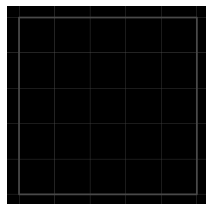

图 3.1.9 电路板的电气轮廓
(1) 单击编辑区下方的 Keep-Out Layer (禁止布线层) 标签,将 Keep- Out Layer 设置为当前层。
(2) PCB 编辑器的工作区是一个二维坐标系,其绝对原点位于电路板图的左下角,一般在工作区的左下角附近开始设计印制电路板。选择“Place (放置)” “KeepOut (禁止布线区)” “Track (线径)” 命令,在编辑区适当位置单击,绘制第一条边,再依次绘制其他边,最后绘制成一个封闭的多边形。这里是一个矩形,尺寸为 1000mil × 1000mil (因为可视栅格尺寸为 200mil,矩形的每条边占五个栅格即可),图 3.1.9 所示的是电路板的电气轮廓。此后,放置元件和布线都要在此边框内部进行。